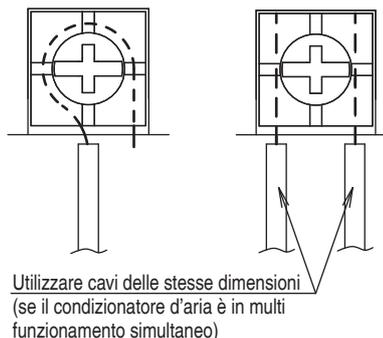

Fig. 4
- Collegare il terminale come illustrato nella Fig. 4.